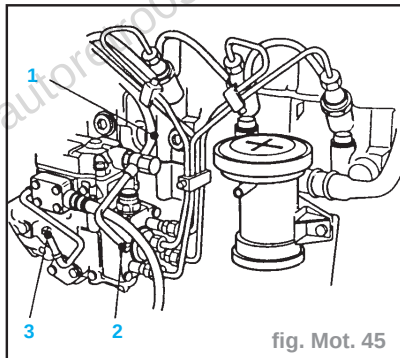

fig. Mot. 45
- l'alternateur (1),
- la fixation de l'alternateur/ensemble poulie de renvoi (3) (deux vis et rondelles).
- le flexible de carburant (1) de la conduite de retour (2) de la pompe d'injection (fig. Mot. 45),